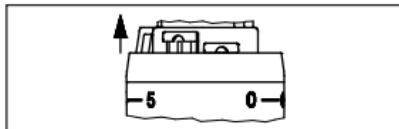

Fig.6
1. Far scorrere le clip di limitazione dalla „posizione di sicura“ (tra il numero di impostazione „5“ e „0“, Fig. 6) con un aiuto di un attrezzo idoneo o un perno.